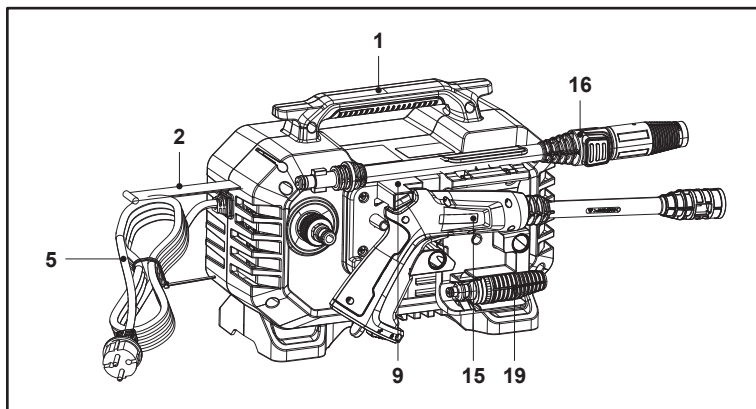

Fig. 17
2. Asegure el cable de alimentación (5) con la correa de sujeción (2) y mantenga la correa (2) en su sitio pasándola por la ranura de la parte superior de la máquina.
3. Guarde la pistola pulverizadora (15), la lanza de prolongación (16) y la boquilla (18/19) en sus soportes (12, 10, 11) como se muestra en la Fig. 17.
4. Transporte siempre la máquina por el asa superior (1).